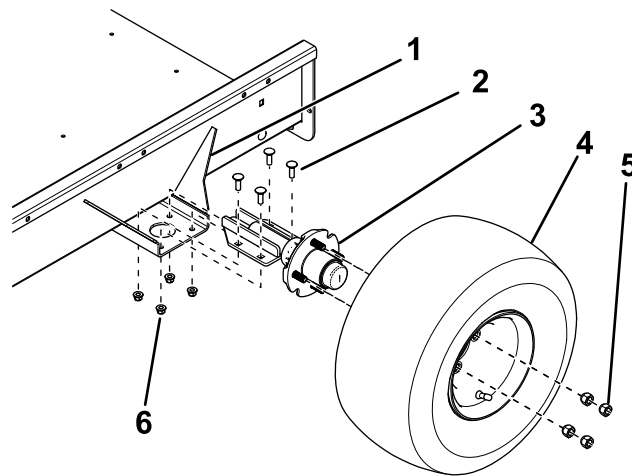

Рисунок 2
2. Используя 4 каретных болта и 4 контргайки, прикрепите ось к верхней стороне монтажного кронштейна на каждой стороне платформы прицепа, как показано на Рисунок 2.
3. Прикрепите колеса в сборе к ступицам оси с помощью 4 зажимных гаек (Рисунок 2) и затяните гайки с моментом 108,5 Н·м.
- Отрегулируйте положение монтажных кронштейнов оси так, чтобы переднее межцентровое расстояние было приблизительно на 3 мм меньше заднего межцентрового расстояния (Рисунок 2).